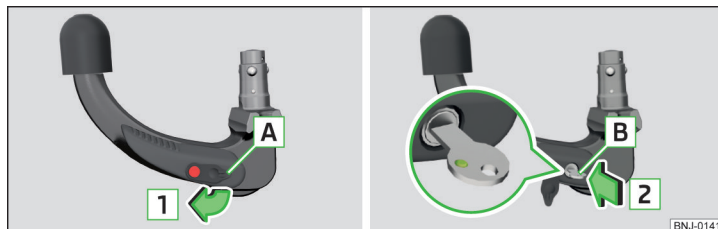

Fig. 151 Detașarea capului de încuietore/Introducerea cheii în încuietore
- Îndepărtați apărătoarea **A** de pe încuietore, în sensul săgeții **1** » fig. 151.